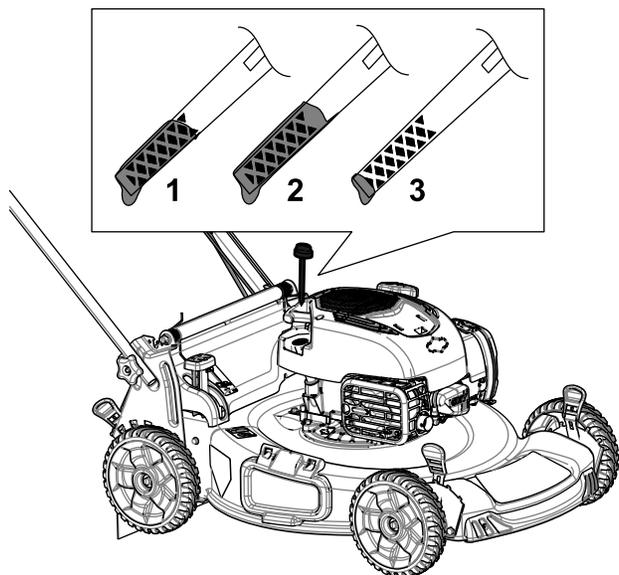

Рисунок 11
2. Извлеките масломерный щуп, повернув крышку против часовой стрелки и вытянув его (Рисунок 11).
5. Определите уровень масла по отметкам на щупе (Рисунок 11).
- Если уровень масла на щупе слишком низкий (Рисунок 11), осторожно залейте небольшое количество масла SAE 30 или SAE 10W-30 с моющими присадками в маслозаливную горловину, подождите 3 минуты и повторите операции с 3 по 5, чтобы довести масло до требуемого уровня на щупе. Информацию о типе масла см. в разделе Замена моторного масла \(страница 21\).
- Если уровень масла по щупу слишком высокий (Рисунок 11), слейте излишек масла, пока не будет достигнут правильный уровень по щупу; см. раздел Замена моторного масла \(страница 21\).